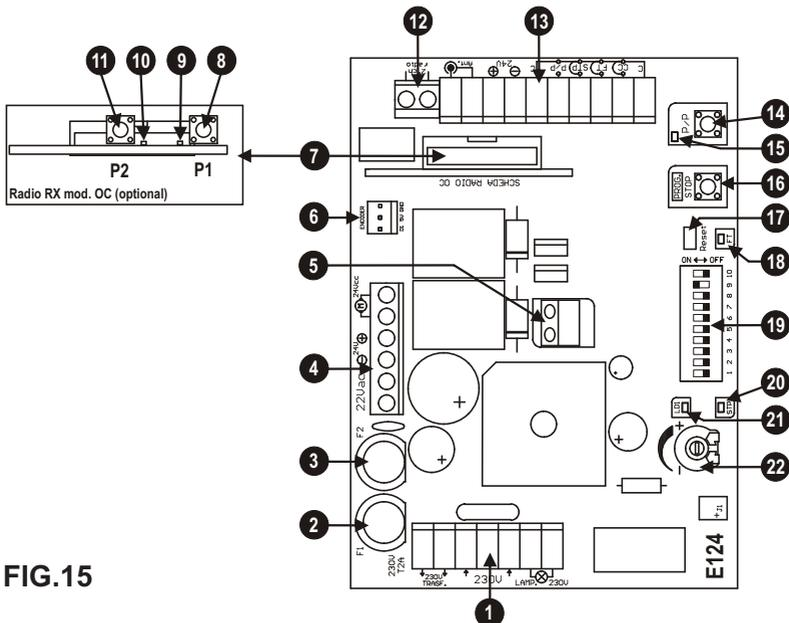
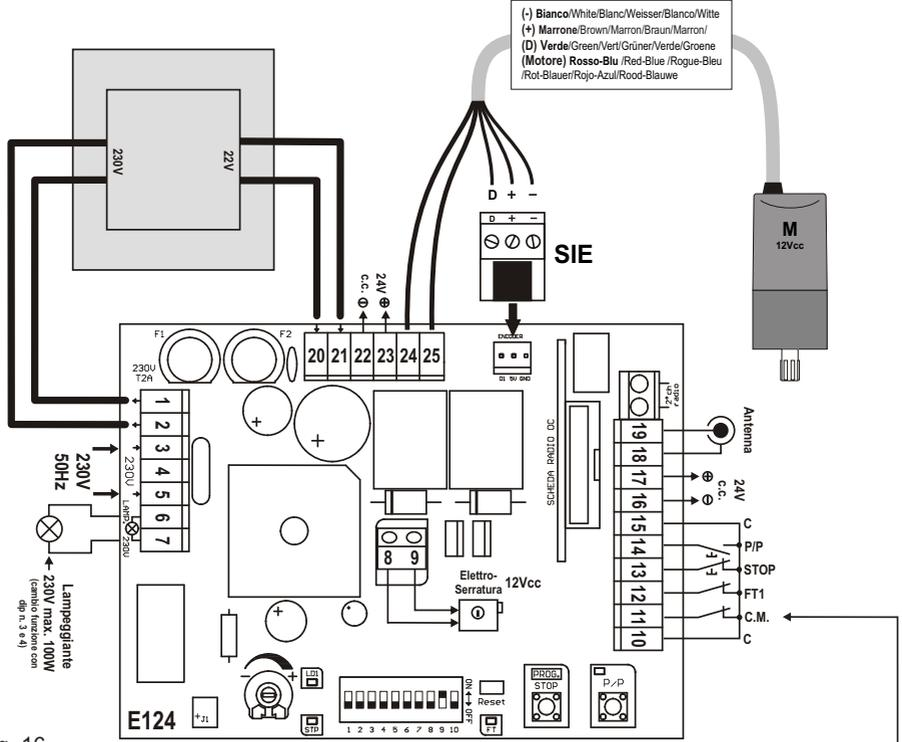

FIG.15
Fig. 16
Note : la configuration initiale standard est représentée pos. 19 - fig. 15.
D'après la norme EN 12445, chaque automatisme doit surmonter les tests d'impact mesurés avec l'instrument spécial. Effectuer les tests d'impact et modifier la vitesse de mouvement en agissant sur le trimmer (pos. 22 - Fig. 15).
- Monter le récepteur dans le connecteur (pos. 7 fig. 15)
Durante la etapa de aprendizaje se accionará varias veces el botón P/P (det.14 de la fig. 15), como alternativa se puede utilizar el mando P/P (borne 14, fig. 16), o bien el transmisor memorizado en el primer canal del receptor.
- 2- Manteniendo pulsado el botón PROG, realice un reajuste cortocircuitando el jump Reset con el destornillador (det. 17 de fig. 15).